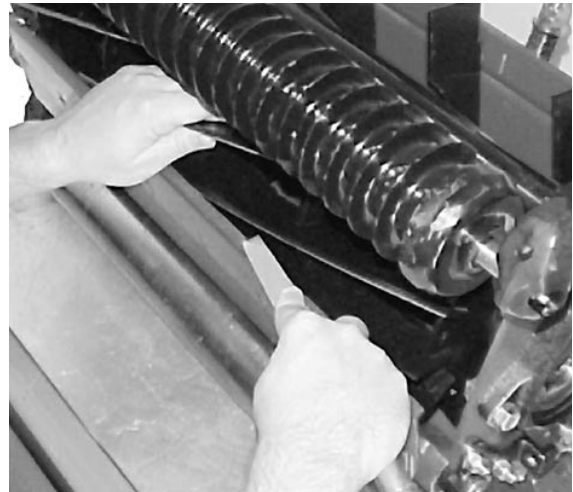

Bild 16
**Anmerkung:** Wenn das Schneidwerk ausreichend geschärft wurde, hat sich an der Vorderseite der Schnittkante ein Grat gebildet. Entfernen Sie diesen Grat vorsichtig mit einer Feile, ohne die Schnittkante stumpf zu machen (Bild 16).